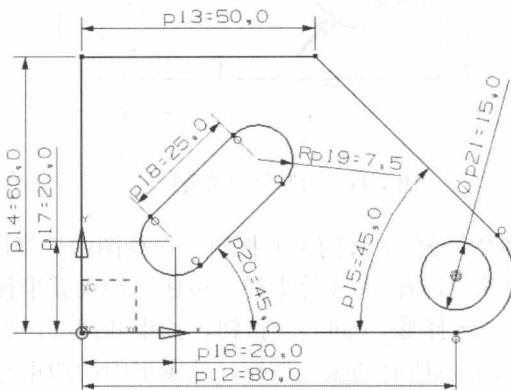

图 1-16 添加尺寸约束后的草图
(9) 添加尺寸约束。在【草图工具】工具条中选择 A (自动判断的尺寸) 按钮, 按照如图 1-16 所示的尺寸进行标注, $p16=20$, $p17=20$, $p18=25$, $Rp19=7.5$, $p20=45$, $\phi p21=15$, 此时草图曲线全部转换成绿色, 表示已经完全约束。